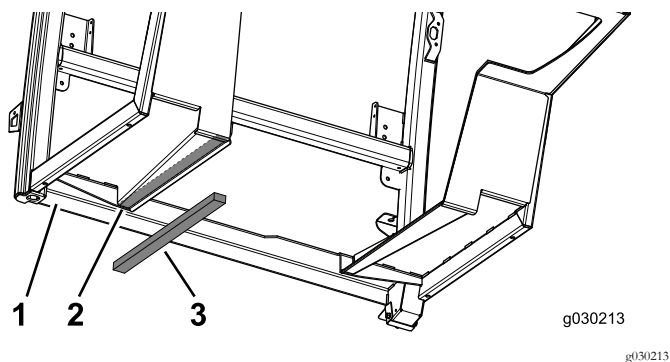

Figure 6
1. Appliquez 1 des joints de plancher sur le côté gauche de la cabine (Figure 6).